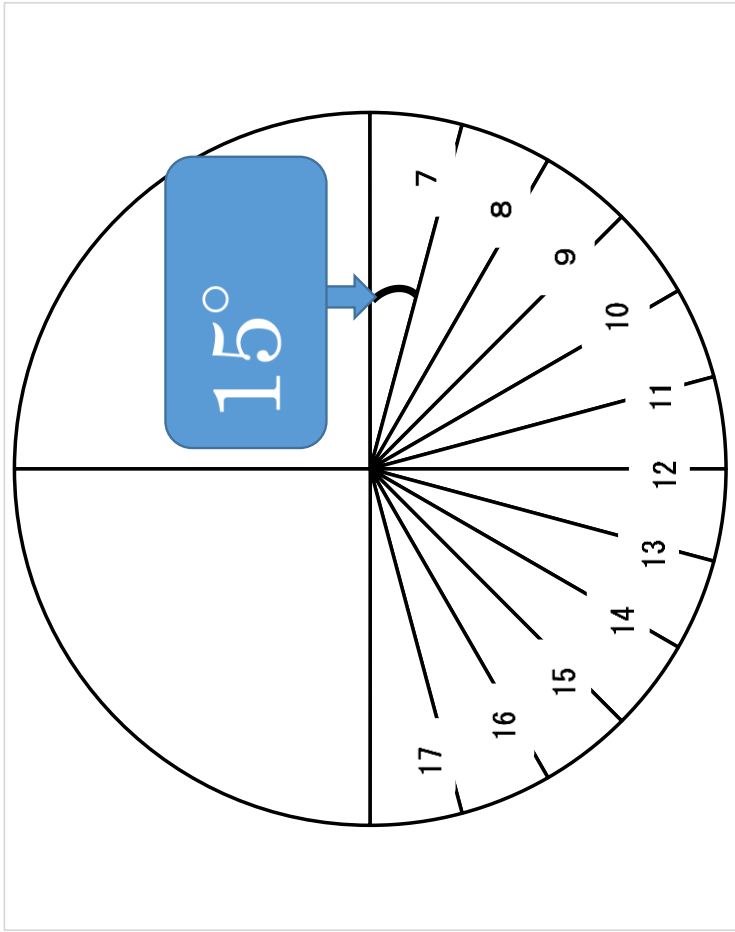

図 1：時計回りに数字を書いた文字盤の例
方法：① 図 1 のように 紙に文字盤となる円（直径 12cm 程度）を描き、下半分に 15° 間隔で目盛りの線を引く。同じ物が 2 枚必要なので、完成したらコピーをとる。
- ② 文字盤に数字を記入する。時計回りに 7～17 までの数字を記入した物と反時計回りに 7～17 までの数字を記入した物と 2 枚作成する。
- ③ 厚紙の両面に文字盤をはりつけ、円の中心に、文字盤に垂直になるように細い棒を差し込む。棒の角度を自分がいる場所の緯度と同じになるように調節し、固定する。
- ④ 棒の方向が真北を向くように日時計を調節する。
- ⑤ 現在の時刻と太陽の影が示す時刻を記入する。